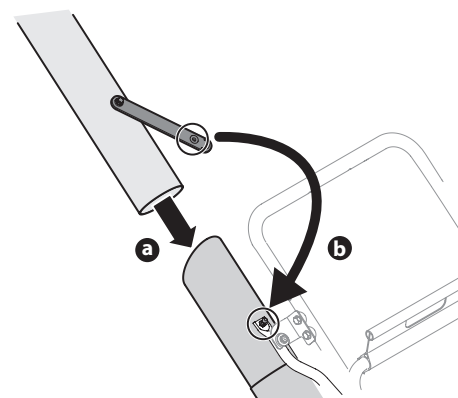

Figure 13
- b. Fixez la courroie de la rallonge sur la goupille du boyau. Voir Figure 13.